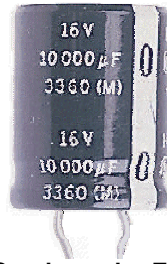

Figura 5 Condensador Electrolítico
Condensador Electrolítico (Figura 5): A la hora de diseñar una fuente de alimentación, hay que tener en cuenta algunos factores, uno de ellos es la corriente que se le va pedir, ya que éste es, el factor más importante después de la tensión. Para determinar el valor del condensador electrolítico que se ha de aplicar a la salida del puente rectificador en doble onda, para alisar la corriente continua; la regla empírica que se suele aplicar, suele estar sobre los 2.000 μF por Amperio de salida y la tensión del orden del valor superior estándar al requerido, o sea, según esto, para una fuente de 1.5 A a 15 V, el condensador electrolítico debe ser de 3.000 $\mu\text{F}/35\text{V}$.
- El filtro, formado por uno o más condensadores (capacitores), alisa o aplana la onda anterior eliminando el componente de corriente alterna (c.a.) que entregó el rectificador. Los capacitores se cargan al valor máximo de tensión entregada por el rectificador y se descargan lentamente cuando la señal pulsante del desaparece. (Figura 5)